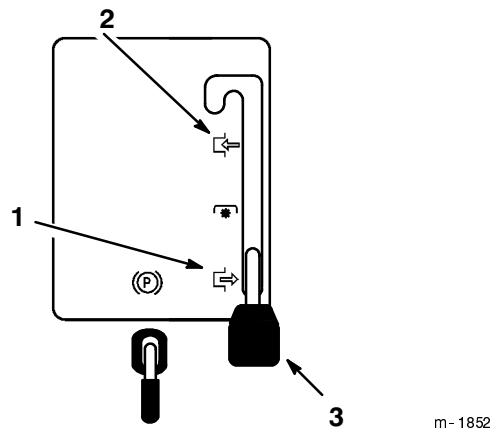

Bild 4
2. Stellen Sie den Schneidwerkhebel (ZWA) auf "Einkuppeln" (Bild 4).
2. Stellen Sie den Zapfwellenantrieb auf Auskuppeln (Bild 4).